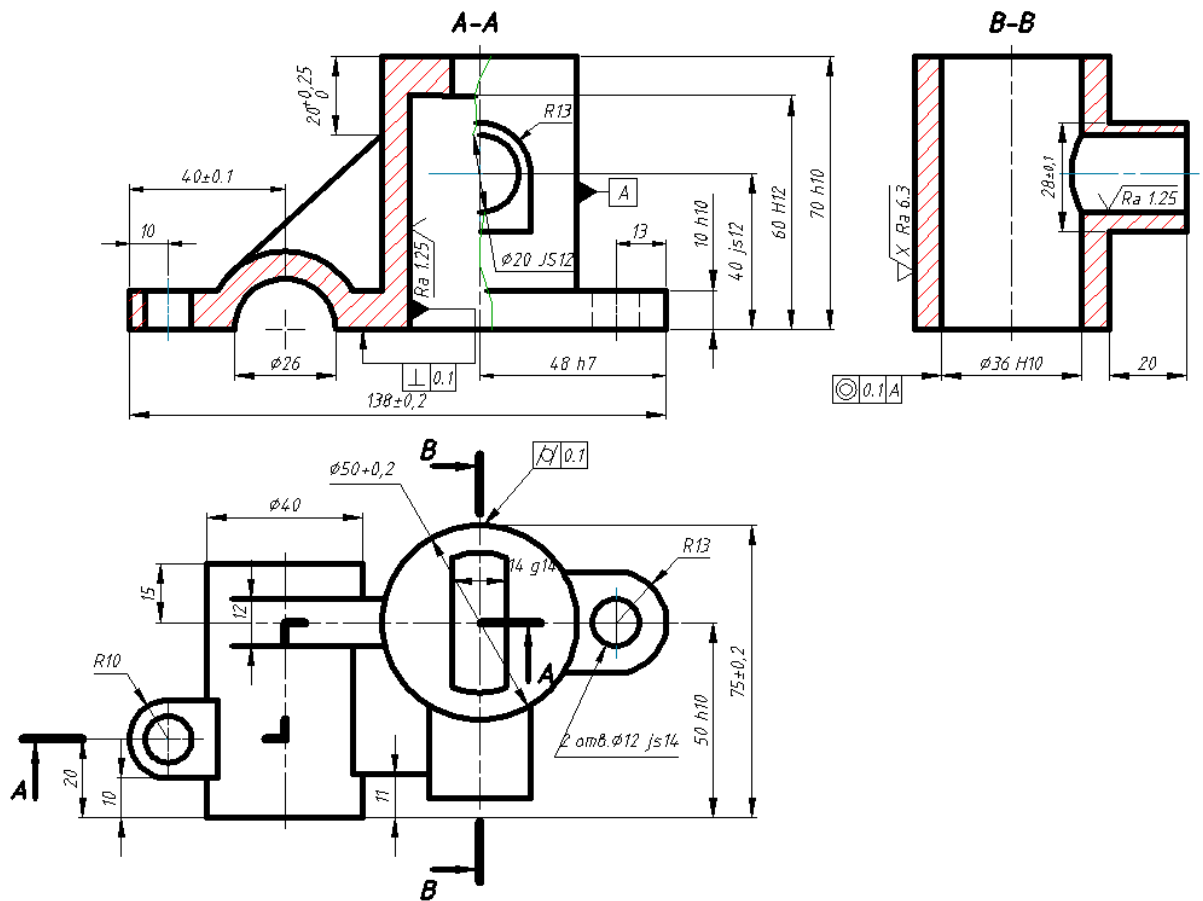

Рис. 4.68. Ескіз завдання 4.2.2
2. Намалювати ескіз у відповідності до рис. 4.68. Використати механічні команди осей, отворів, лінії обриву. Проставити розміри. Додати технічні умови щодо покривів, притуплення кромки, не вказаних відхилень і т. ін. Створити текстовий стиль "student" на основі з висотою 7, нахилом 150. Кресленник зберегти.